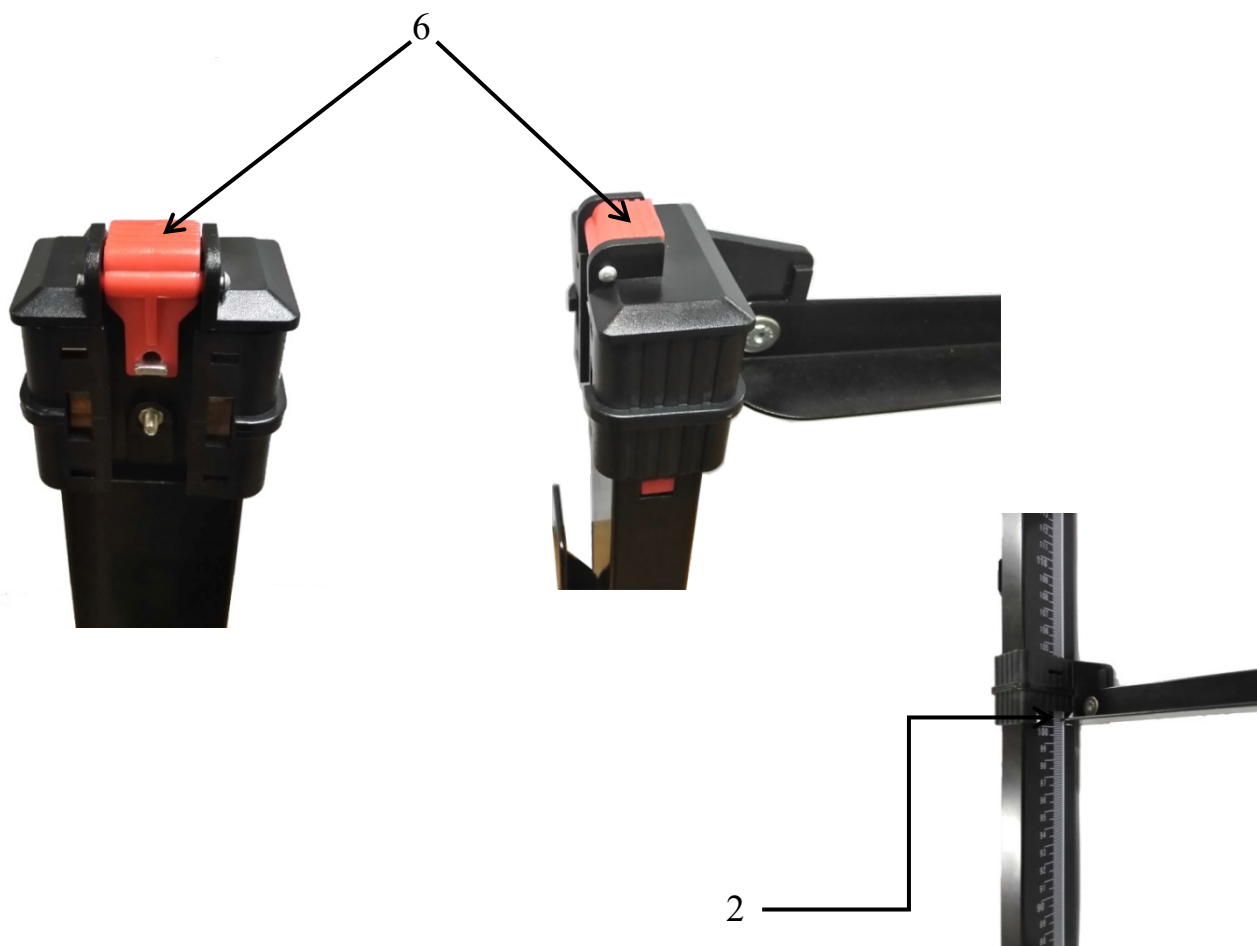

Рис. 3
- 2) Установить измеряемого на основание/на платформу весов/на пол, нажать на фиксатор 6 и опустить мерную планку 3, до касания с поверхностью головы пациента. Отсчет показаний измерения осуществляется по нижней грани мерной планки см. рис. 3.
- 2) Положить ростомер на кровать, упор для ног коснитесь ног пациента, нажать на фиксатор 6 и опустить мерную планку 3, до касания с поверхностью головы пациента. Отсчет показаний измерения осуществляется по нижней грани мерной планки см. рис. 3.